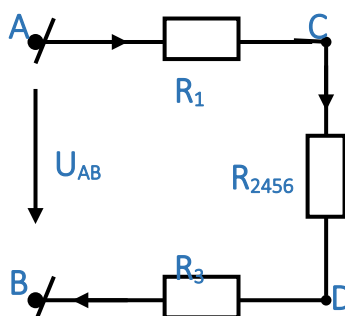

Рисунок 5.4
4. Рисунок 5.4  $R_{2456} = \frac{R_2 \cdot R_{456}}{R_2 + R_{456}} R_{2456} = \frac{2 \cdot 6,5}{2 + 6,5} = 1,529\text{Ом}$